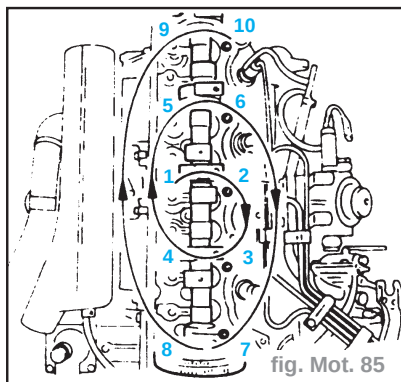

fig. Mot. 85
- Serrer les vis en spirale de l'intérieur vers l'extérieur à **3 daN.m** (fig. Mot. 85).
- Serrer les vis de culasse, en spirale de l'intérieur vers l'extérieur (fig. Mot. 85) à **10 daN.m**, puis serrage de **135°**, resserrage de **30°** dès que le moteur a atteint sa température normale de fonctionnement, puis resserrage de **30°**.